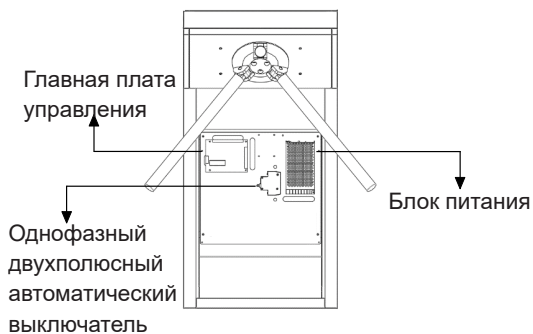

Рис. 2-3
3. Поднимите преграждающие планки вручную, как это показано на рис. 2-3.